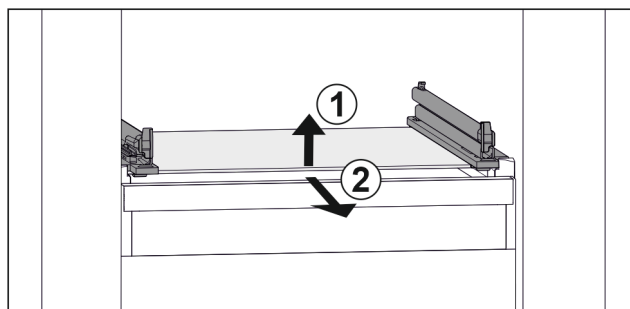

Fig. 39 Príklad zobrazenia sklenenej dosky
- ▶ Nadvihnite sklenenú dosku vpredu. Fig. 39 (1)
- ▶ Odoberte sklenenú dosku dopredu. Fig. 39 (2)